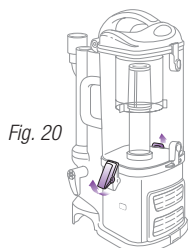

Fig. 20
- 1 Dégagez les clenches latérales de la coupelle à poussière en les soulevant vers l'extérieur afin d'enlever la coupelle du bloc-moteur. **(Fig. 20)**